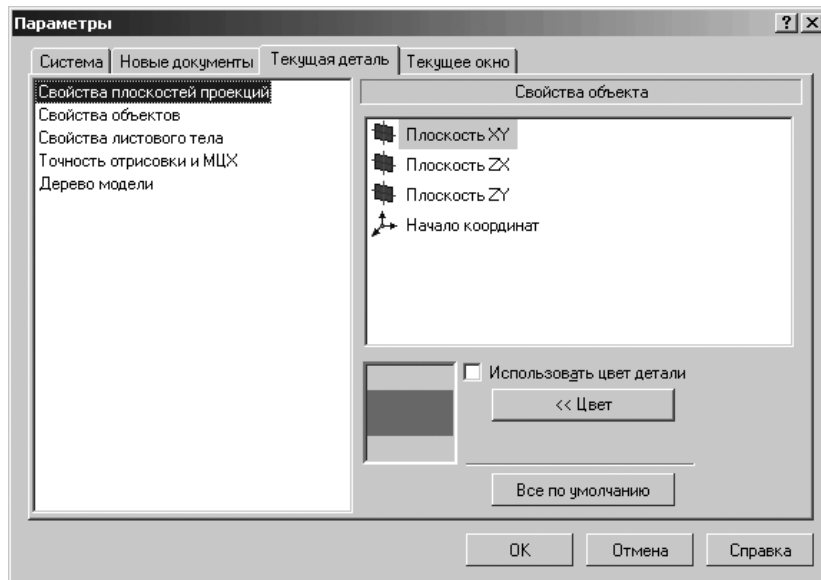

Рис. 10.101. Диалоговое окно **Параметры** с открытой вкладкой **Текущая деталь**
- щелкните в выпадающем меню по пункту **Параметры**. Появится диалоговое окно **Параметры** с открытой вкладкой **Текущая деталь**, показанной на рис. 10.101.